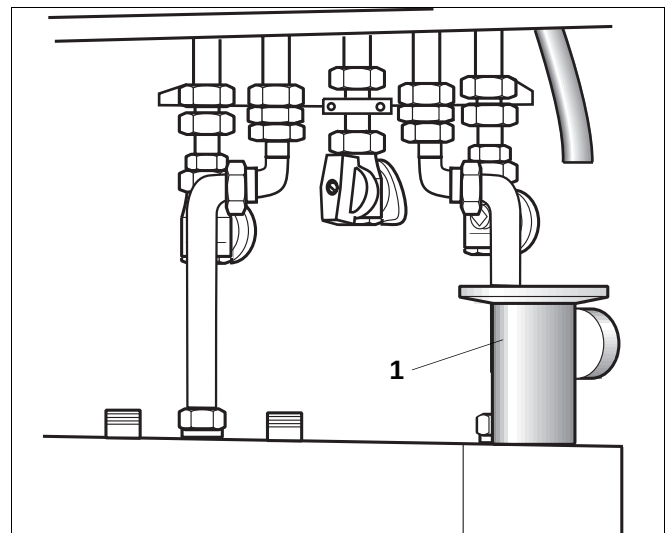

Abb. 14 Trichtersiphon (Unterputzmontage als Beispiel)
- Bei S120 Trichtersiphon (Abb. 14, Pos. 1) um das Maß $x = \text{ca.} 25 \text{ mm}$ bei Unterputzmontage und $x = \text{ca.} 60 \text{ mm}$ bei Aufputzmontage kürzen.